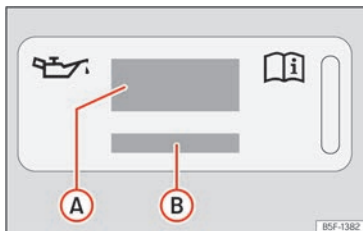

Abb. 212 Im Motorraum: Aufkleber mit Motoröl-Spezifikationen
Legende zur >>> **(Abb. 212):**
Wenn Motoröl nachgefüllt werden muss, verwenden Sie eines der auf dem Aufkleber angegebenen Motoröle >>> **(Abb. 212)**. Der Aufkleber mit der vorgeschriebenen Motoröl-Norm befindet sich im vorderen Bereich des Motorraums
- Wenn der Aufkleber mit den Motoröl-Spezifikationen >>> (Abb. 212) fehlt, wenden Sie sich an einen Fachbetrieb.